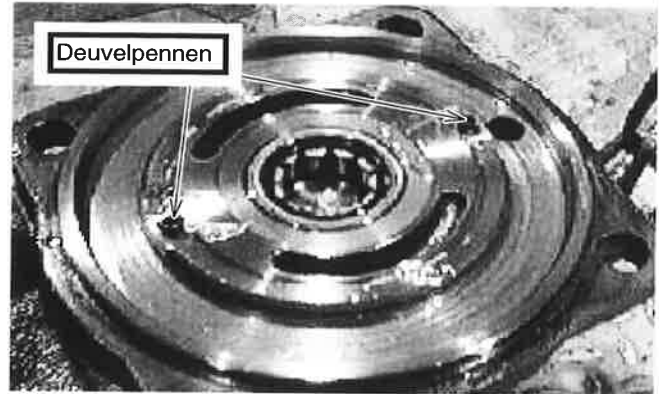

Fig. 8-17
12. Plaats voorzichtig de bovenplaat boven de zwenkmotor en lijn de deuvelpennen op de bovenplaat uit t.o.v. de boringen in de verdelerplaat. Zie fig. 8-17.